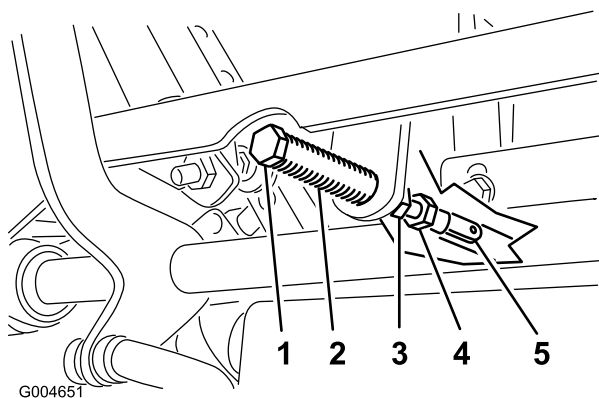

図 53
5. クレビスピンピボットシャフトの上のアームについているがスロットの端部に接触するスプリングに圧力が掛かり始める位置まで、図 53 のようにレバーを手前に引く。
7. 調整が必要な場合は、ジャムナットをゆるめて調整ナットをヨーク側に移動できるようにする(図 53)。
8. コントロールレバーを軽く手前後退側に引きながら、調整ボルトを回して、コントロールレバーがちょうどニュートラルロック位置にくるように調整する 図 53。
9. ナットとジャムナット 図 53 を締め付ける。
10. ボールジョイント部でジャムナット(図 53)を締めつける。